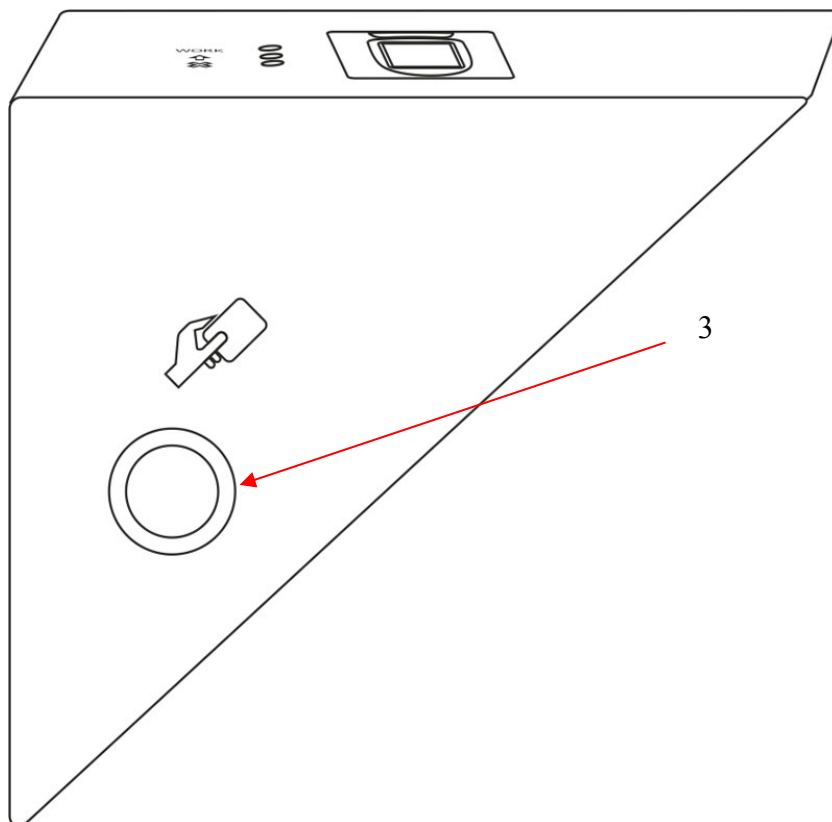

Рисунок 2. Внешний вид контроллера (вид сбоку).
Считыватели Proximity карт стандарта EM magine (3) расположены на боковых стенках (рисунок 2).